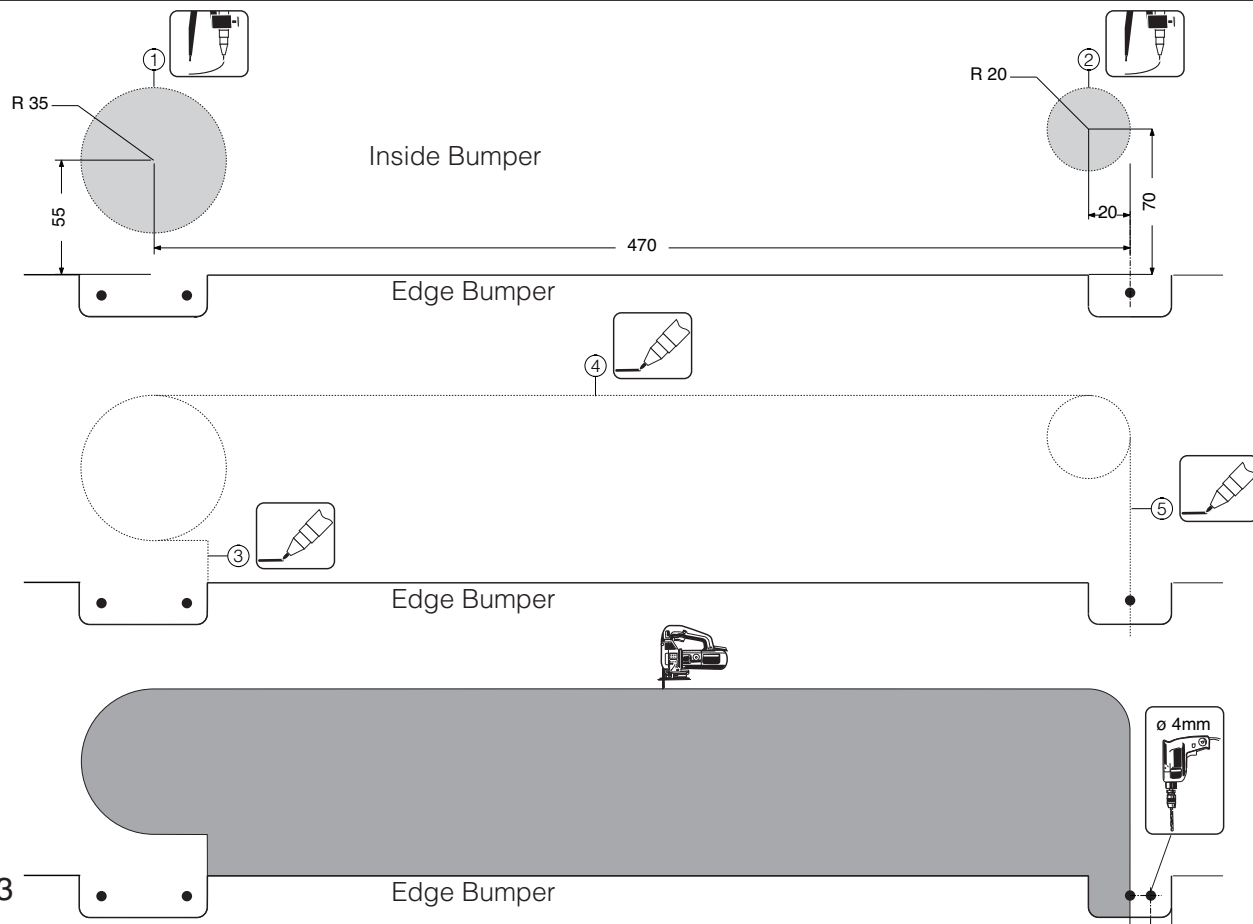
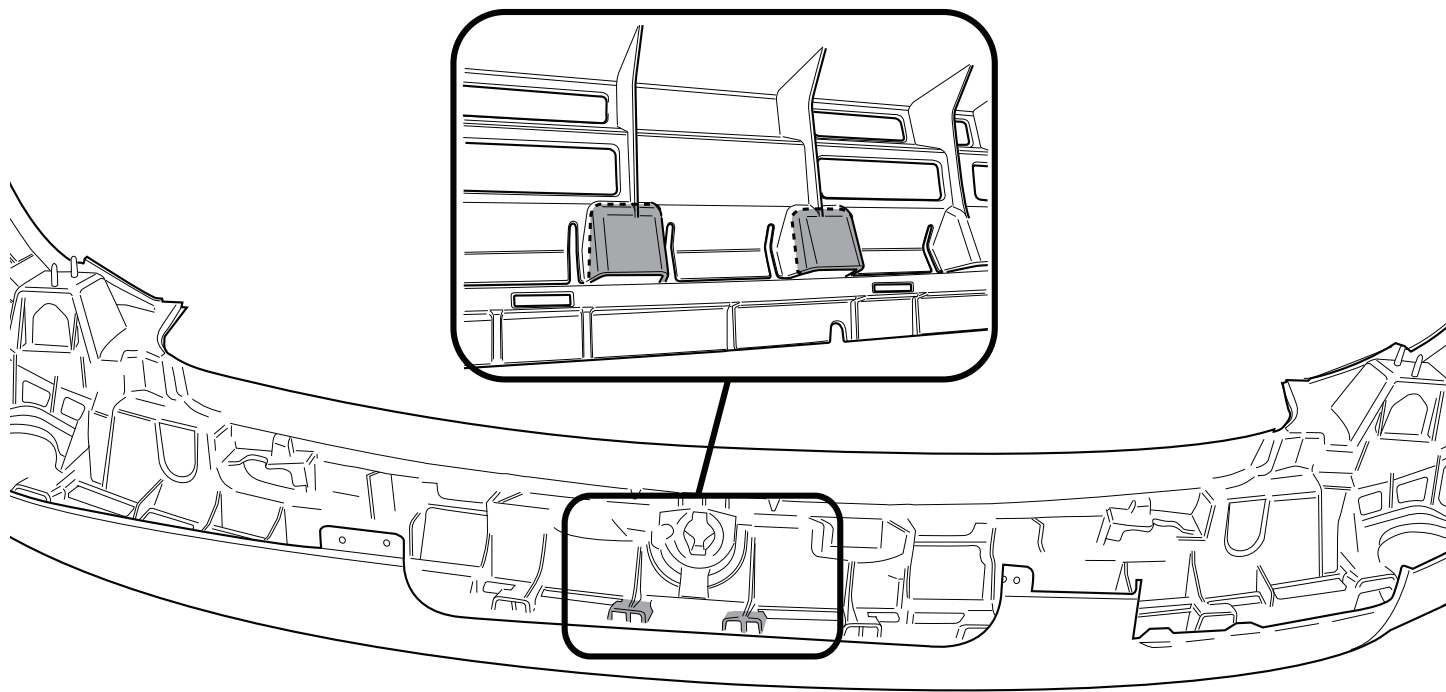

Fig. 3
Fig. 4
1. Déposer le revêtement du plancher du fond. Enlever le panneau arrière en plastique et détacher partiellement le panneau latéral à gauche et à droite afin d'accéder aux points de fixation. Enlever les autocollants du fond du coffre à l'emplacement des points de fixation (voir fig. 2). Démonter le pare-chocs et détacher le bouclier thermique ainsi que la dernière attache de l'échappement. Scier au centre de la partie inférieure du pare-chocs une partie correspondant à la figure 3. Découper les parties indiquées conformément à la figure 4.
1. Fjern beklædningen i bunden. Fjern bagpanelet af kunststof og løsn det venstre og højre sidepanel, således at man kan komme til ved montagepunkterne. Fjern mærkaterne ved montagepunkterne (jævnfør fig. 2) i bunden af bagagerummet. Demonter kofangeren og løsn varmeskjoldet og det yderste udstødningsophæng. Sav en del ud af kofangeren midt på undersiden jf. fig. 3. Sav de markerede dele ud ifølge figur 4.